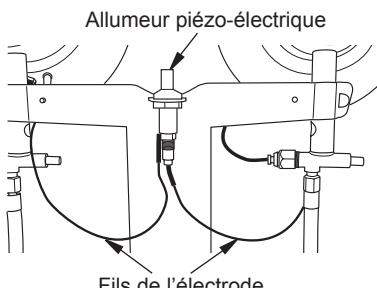

Figure 4 - Fixation des fils de l'électrode à l'allumeur piézo-électrique
- Attachez les fils de l'électrode à l'allumeur piézo-électrique comme l'illustre la figure 4.